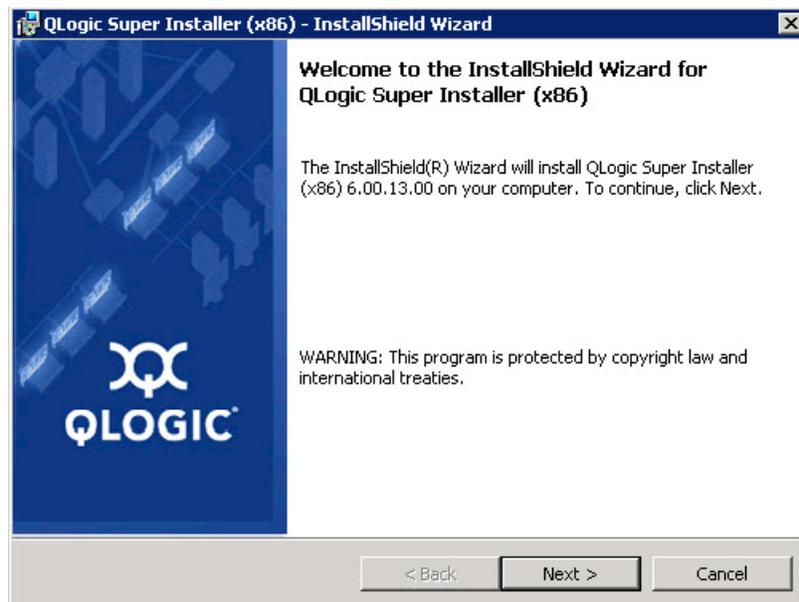

Abbildung 3-2. QLogic InstallShield Wizard: Begrüßungsfenster
3. Klicken Sie im Begrüßungsfenster des QLogic Super Installer — InstallShield® Wizard (Abbildung 3-2) auf **Next** (Weiter).